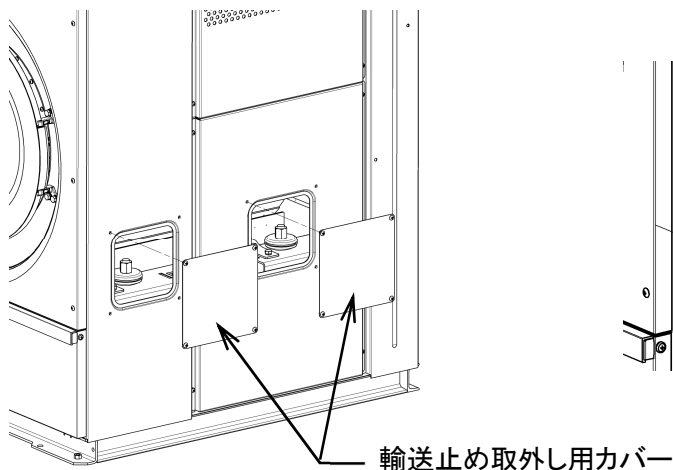

図 4-6
- 1) 輸送止め取外し用カバーを外します。(左右側面:計4ヶ所)(図4-6)